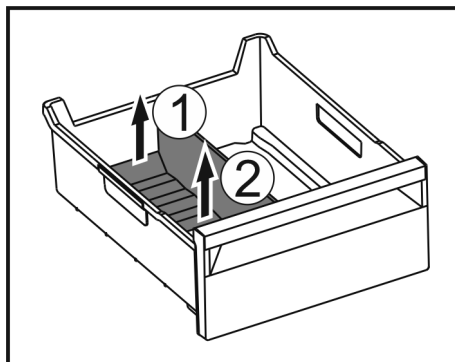

Fig. 175
- ▶ Zvedněte zadní část přepážky přihrádky na led. Fig. 175 (1)
- ▶ Přepážku přihrádky na led vyjměte nahoru. Fig. 175 (2)